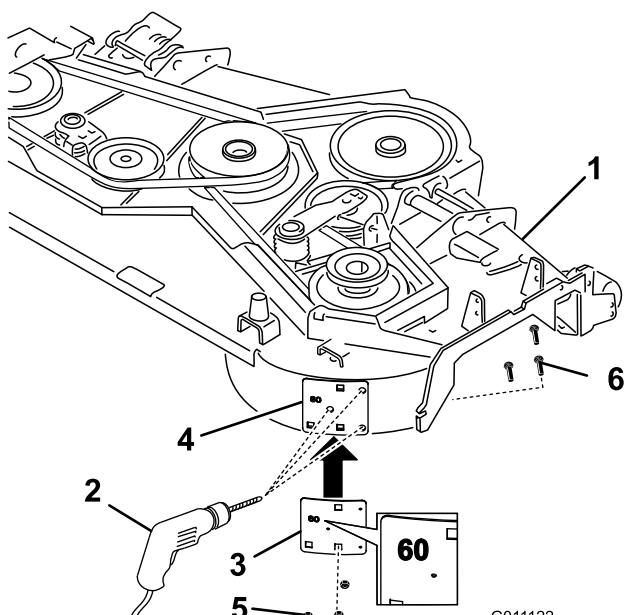

Figure 5
1. Montez le modèle en métal portant le numéro 60 sur le plateau de coupe à l'aide des boulons de carrosserie et les écrous retirés précédemment en utilisant les trous existants (Figure 5).
2. Marquez au pointeau l'emplacement des nouveaux trous sur le plateau de coupe en utilisant les 3 trous du modèle (Figure 5).
3. Retirez le modèle en métal et percez trois avant-trous de 1/8 pouce de diamètre avec un foret affûté (Figure 5).
4. Percez trois trous de 13/32 pouce de diamètre dans les avant-trous avec un foret affûté (Figure 5).